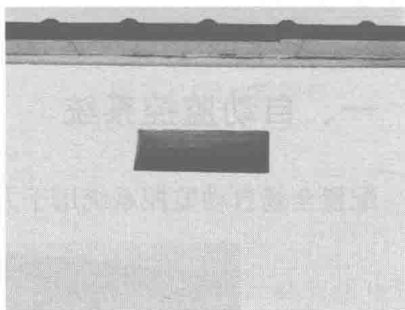

图 1-16 防鸟网
(1) 具有充足的光照和通风换气条件, 保证鸡舍内有适宜的光照和良好的空气环境。
(2) 良好的保温性能, 能给鸡群创造一个冬暖夏凉的生活环境。
(3) 便于防疫, 在鸡群全部转出后, 可以进行彻底的冲洗和消毒, 有利于预防疾病。
(4) 坚固严密, 能防止老鼠、飞禽等的侵扰, 墙上设防鸟网(图 1-16)。
(5) 投资少, 折旧费低。